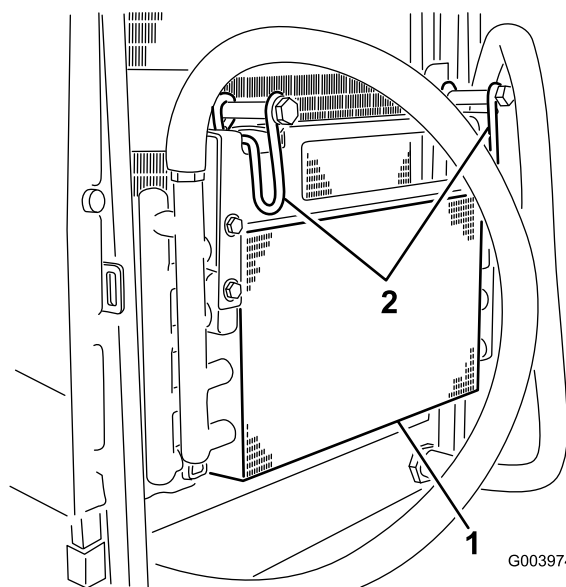

Figure 101
7. Faites tourner les 2 attaches du refroidisseur d'huile vers l'intérieur et basculer le refroidisseur (Figure 101).